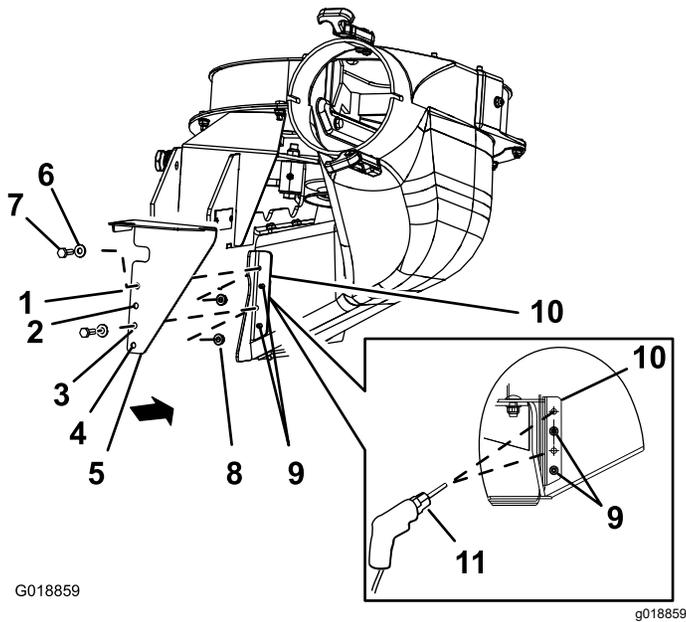

図 17
1. 図 17のように、CE 下部ガードを、ブローアシュートブラケットに合わせる。
ルト $\frac{1}{4}$ " x  $\frac{3}{4}$ "2本、ワッシャ2枚、ロックナット $\frac{1}{4}$ "2個を使用して固定する 図 17。
- CE 下部ガードの 2 番目と 4 番目の穴を、フロアシュートブラケットから突き出ているリベットの足に合わせる 図 17。
- この状態で、CE 下部ガードの第1の穴と第3の穴の位置を、フロアシュートブラケット上にマーキングして、CE ガードを外す 図 17。
- ポンチを打った位置 2ヶ所に、それぞれ直径 7mmの穴を開ける 図 17。
- CE 下部ガードを、フロアシュートブラケットに合わせる 図 17。